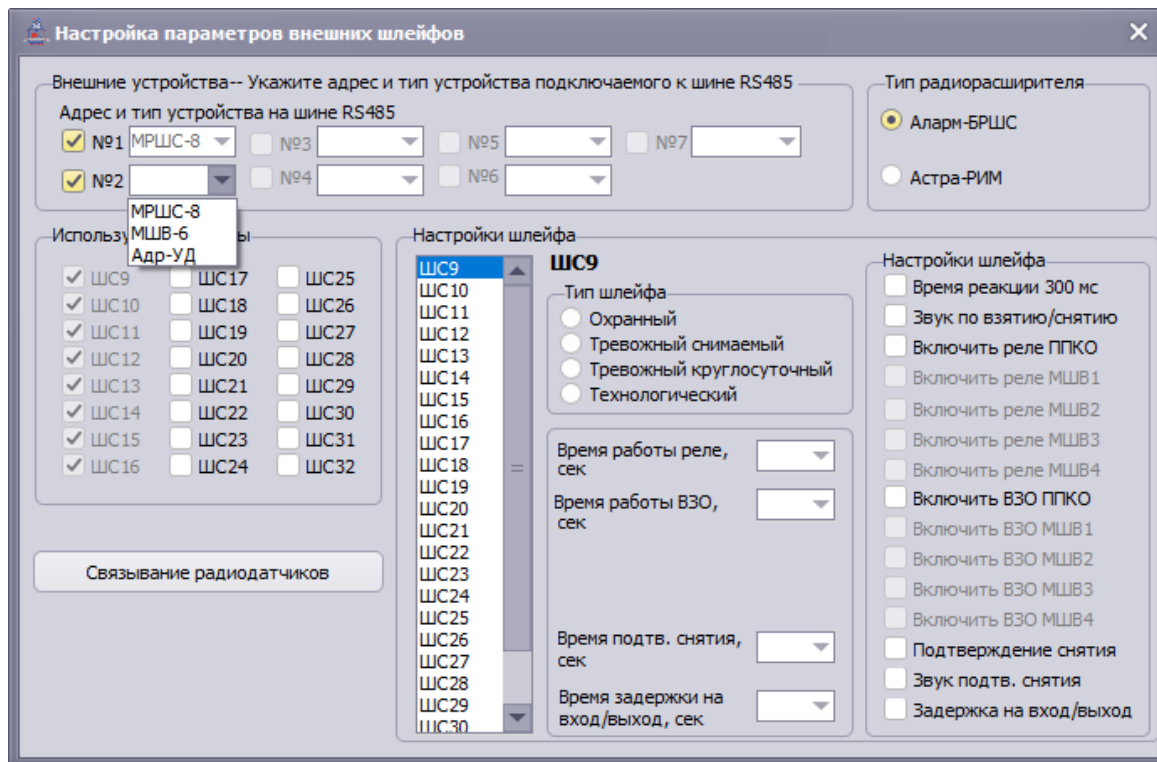

Рисунок 7
3.2.1 Для настройки параметров внешних ШС в основном окне «Конфигуратор Аларм» (рисунок 6) выбрать вкладку «Внешние шлейфы». Далее, в окне «Настройка параметров внешних шлейфов» (рисунок 7) необходимо выбрать варианты подключения внешних устройств с учетом количества ШС (МРШС-8 (до 3-х), Аларм-БРШС, Астра-РИ-М-РР). **Примеры вариантов выбора подключения ШС приведены в приложении А.**
3.3.1 В окне «Настройка параметров внешних шлейфов» (Рисунок 7) в поле «Тип радиорасширителя» выберите «Аларм-БРШС».